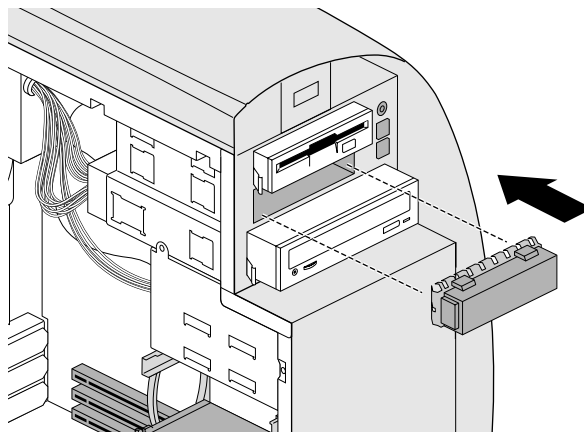

Figure 4-9 Installation du panneau de protection dans la baie d'un lecteur de support amovible
7. Si vous ne réinstallez pas de lecteur, remplacez le panneau de protection dans l'ouverture de la baie, comme indiqué à la Figure 4-9.